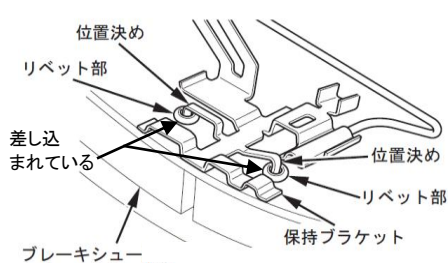

図6 保持ブラケットの装着
- 3) 保持ブラケットの位置決めがリベット部に差し込まれていることを確認してください (図6)。